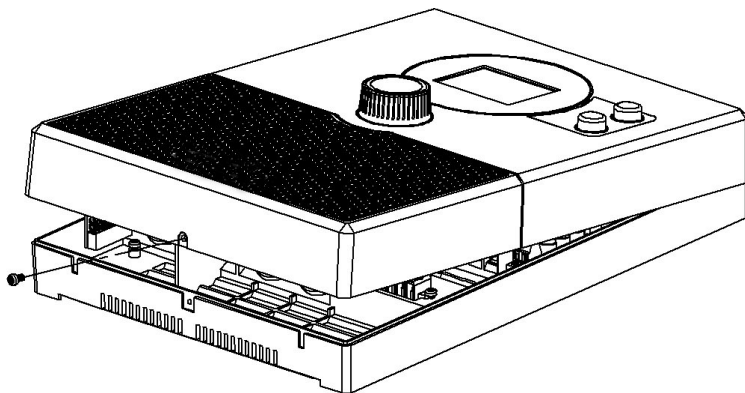

Rys.1 Położenie wieszaka i otworów mocujących (wymiały w mm)
1. Wkręć dwie śruby do płyt wiórowych ($3 \times 25\text{ mm}$) w ścianę sauny na wysokości ok. 1,70 m, tak aby wystawały z niej na 7 mm. Obie śruby muszą zostać umieszczone w odległości 156 mm od siebie (zob. **Rys.1**).
4. Powieś jednostkę sterującą za pomocą wieszaka **A** na zamontowanych śrubach krzyżakowych (zob. **Rys.1**).
5. Wkręć dwie śruby do płyt wiórowych (3 x 25 mm) w dolne otwory mocujące **B** (zob. **Rys.1**).